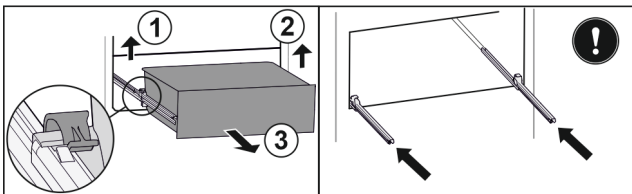

Fig. 106
- ▶ Підняти лівий затискач і одночасно висувний ящик ліворуч потягнути вперед. Fig. 106 (1)
- ▶ Підняти правий затискач і одночасно висувний ящик праворуч потягнути вперед. Fig. 106 (2)
- ▶ Вийняти висувний ящик рухом вперед. Fig. 106 (3)